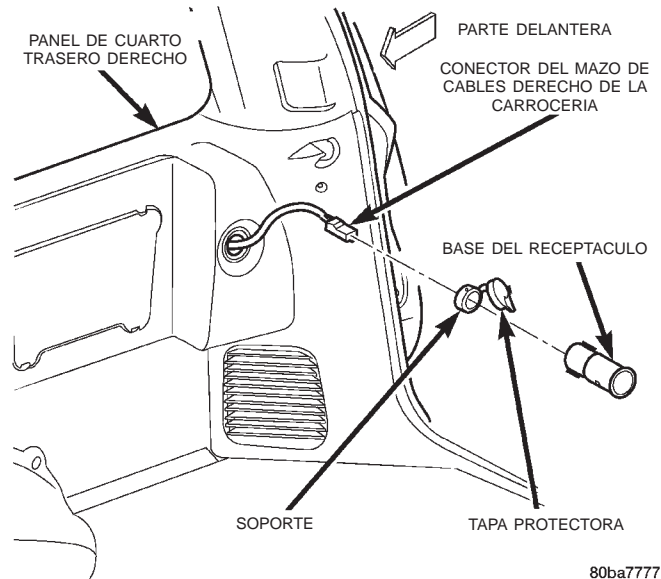

Fig. 8 Desmontaje e instalación de toma de corriente trasero
(1) Desconecte y aisle el cable negativo de la batería.
(2) Saque la tapa protectora de la base del receptáculo de la toma de corriente (Fig. 8).